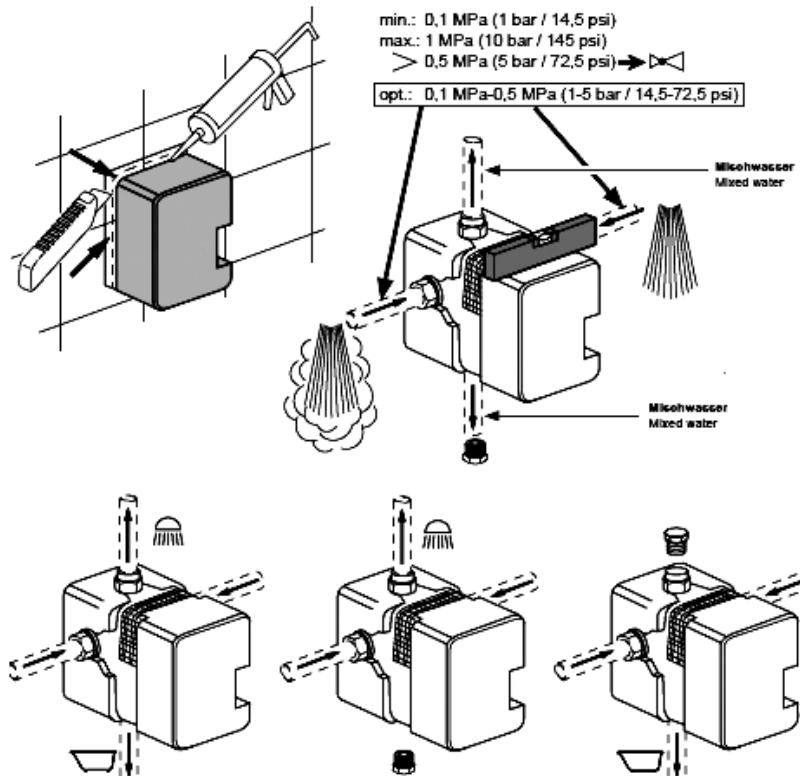

Рис.1.
1. Установите смеситель, снабженный защитным коробом, как показано на рис.1. в подготовленное место для установки. Диапазон глубины установки (допуски по монтажу) обозначены как «*мін*» и «*макс*». Подключите смеситель к системе водоснабжения. Удалите защитный короб.